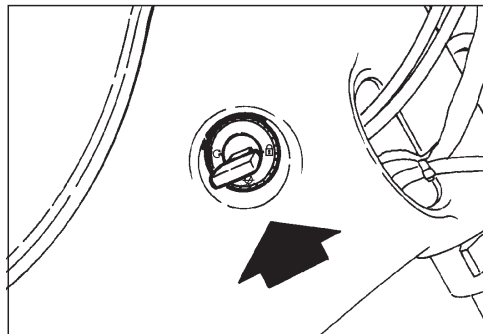

Fig. 5
- ◆ interruttore di accensione / bloccasterzo (Fig. 5)